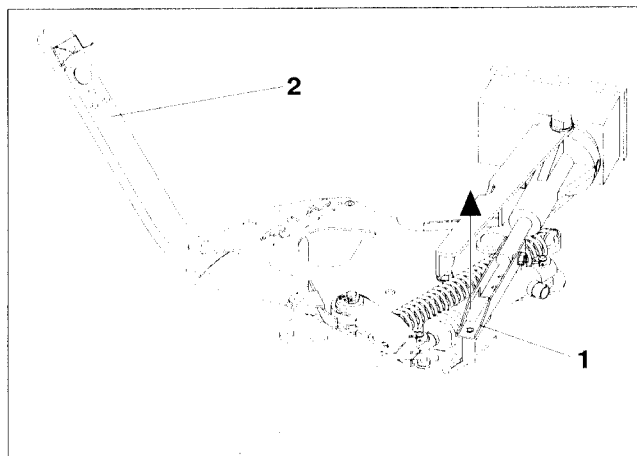

Fig. 38
- Stellmotor (Fig. 38/1) anheben und die Schubstange (Fig. 38/2) aus der Steckverbindung des Dosierschiebers aushängen.